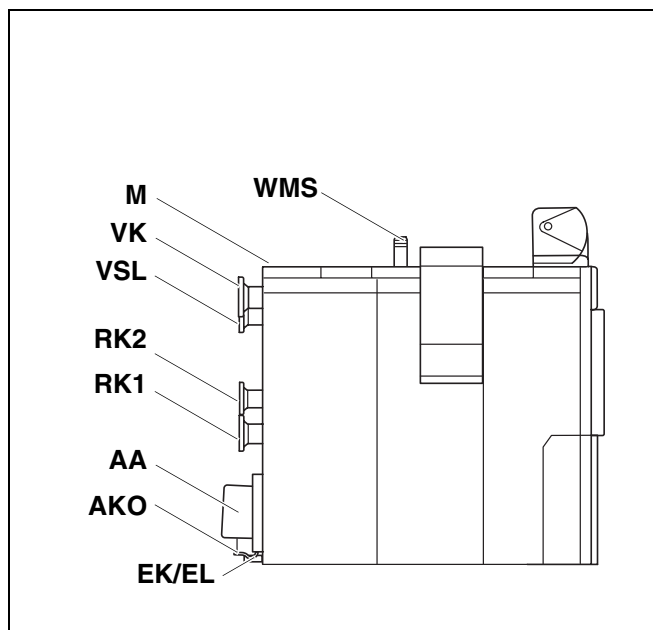

Fig. 4 Tilslutninger
- Skru vandmangelsikringen på foroven (fig. 4).